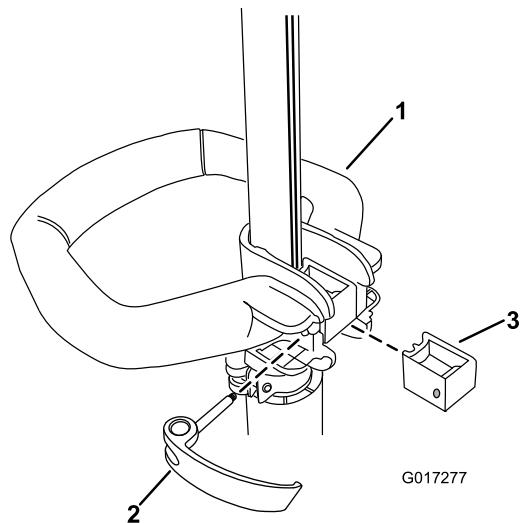

Figure 2
1. Placez la poignée auxiliaire sur l'arbre de la débroussailleuse, la surface lisse tournée vers l'utilisateur (Figure 2).
2. Glissez le renfort dans la poignée auxiliaire jusqu'à ce qu'il soit engagé dans la rainure de l'arbre (Figure 2).
3. Glissez le verrou par la gauche dans la poignée et le renfort comme illustré, puis serrez la vis du verrou à l'aide d'un tournevis à pointe cruciforme (Figure 2).